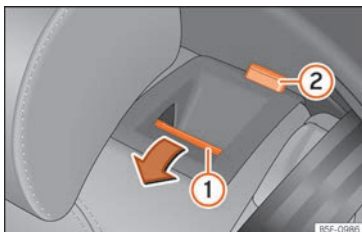

Fig. 121 Asiento trasero: abatir el respaldo.
- Pulse la tecla de desbloqueo »» fig. 121 ① hacia delante y, al mismo tiempo, abata el respaldo. El respaldo trasero está desbloqueado cuando se ve una marca roja en la tecla ②.
El respaldo trasero está desbloqueado cuando se ve una marca roja en la tecla »» fig. 121 ②.